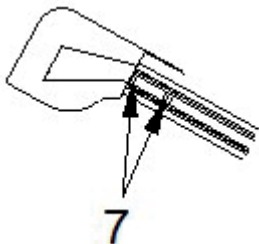

Abb. 14: Befestigung der Führungsschienen am Kasten
- » Verschrauben Sie diese an den dafür vorgesehenen Stellen an der Innenseite (7 – Abb. 14).